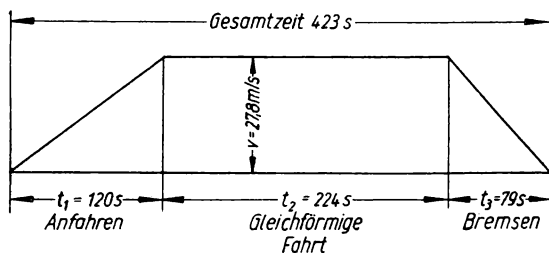

Bild 27
h) Zum Schaubild (Bild 27) vgl. Aufgaben 18, 70 und 72.